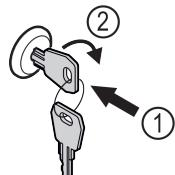

Fig. 144 Зображення для прикладу
- Вдавити ключ Fig. 144 (1).
- Повернути ключ на 90° за годинниковою стрілкою Fig. 144 (2).